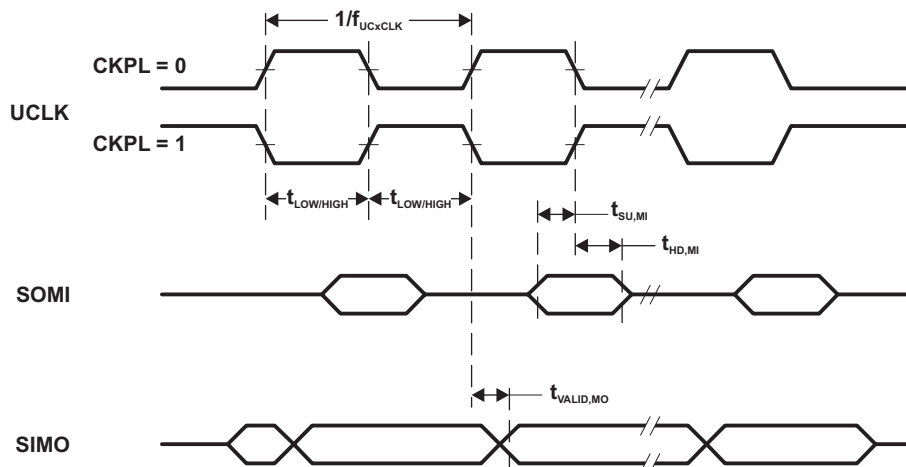
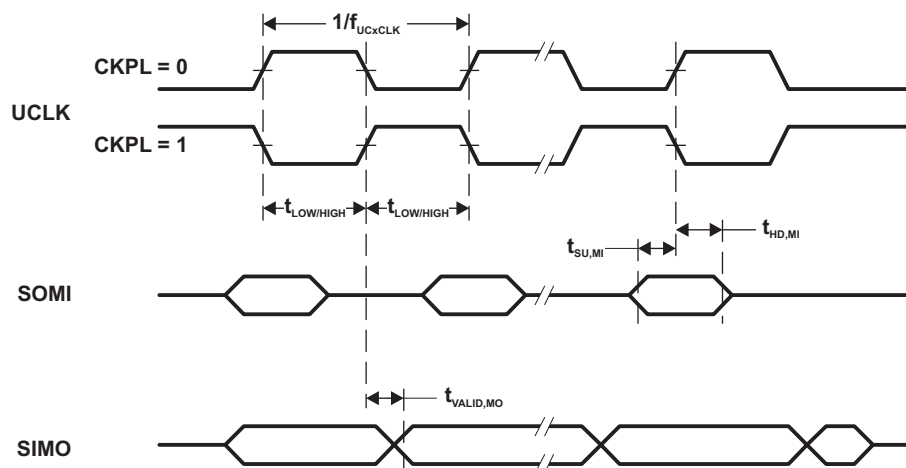

Figure 5-10. SPI 主控模式，CKPH = 0
Figure 5-11. SPI 主控模式，CKPH = 1
(2) 指定输出更改 UCLK 时钟边沿后将下一有效数据驱动到 SIMO 输出的时间。请参见 Figure 5-10 和 Figure 5-11 中的时序图。
(3) 指定输出更改 UCLK 脉冲边沿后 SIMO 输出上的数据的有效时长。负值表示 SIMO 输出上的数据可能在 UCLK 上观察到输出更改时钟边沿前变为无效状态。请参见 Figure 5-10 和 Figure 5-11 中的时序图。